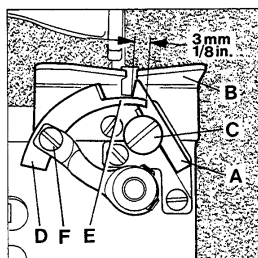

Fig.11
Set the fixed knife (A, Fig. 11) so that its tip sits close to the underside of the throat plate (B). For adjustment loosen screw (C) and move knife up or down in its holder as required. Retighten screw.
Set the moving knife (D, Fig. 11) so that it just clears below the throat plate underside on its entire arc of travel. In the most open position of the knives the pilot (E) should overlap the fixed knife by 3 mm (1/8"). In cutting position of the knives the cutting edge of the moving knife should overlap the cutting edge of the fixed knife at least 1 mm (3/64"). For adjusting moving knife loosen screw (F) and set knife as required. Retighten screw.
Stellen Sie das feststehende Messer (A, Fig. 11) so, daß seine Spitze an der Stichplattenunterseite (B) anliegt. Zum Einstellen lösen Sie die Schraube (C) und schieben das Messer im Halter nach Bedarf nach oben oder unten. Ziehen Sie die Schraube wieder an.
Stellen Sie das beweglich Messer (D, Fig. 11) so, daß es innerhalb seiner Schwingbewegung unter der Stichplattenunterseite gerade freigeht. Der Führungszapfen (E) soll in der am weitesten geöffneten Stellung der Messer das feststehende Messer 3 mm überlappen. In Schneidstellung muß die Schneide des beweglichen Messers mindestens 1 mm überlappen. Zum Einstellen des beweglichen Messers lösen Sie die Schraube (F) und stellen das Messer entsprechend ein. Ziehen Sie die Schraube wieder an.